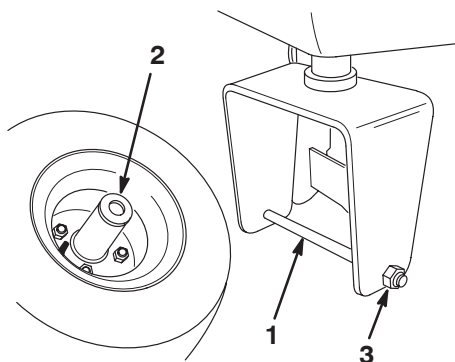

Bild 4
1. Nehmen Sie die Schraube und Sicherungsmutter aus den Radbefestigungslöchern an der hinteren Laufradgabel (Bild 4).
2. Setzen Sie das Hinterrad in die Laufradgabel ein. Stecken Sie die Schraube in eines der Befestigungslöcher. Setzen Sie ein Distanzstück ein und schieben Sie die Schraube durch das Rad (Bild 4).